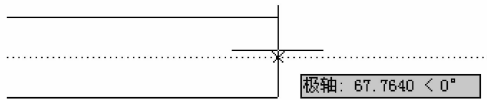

图 4-6 无对正
- ②无(Z):将光标位置作为原点绘制多线,如图 4-6 所示。